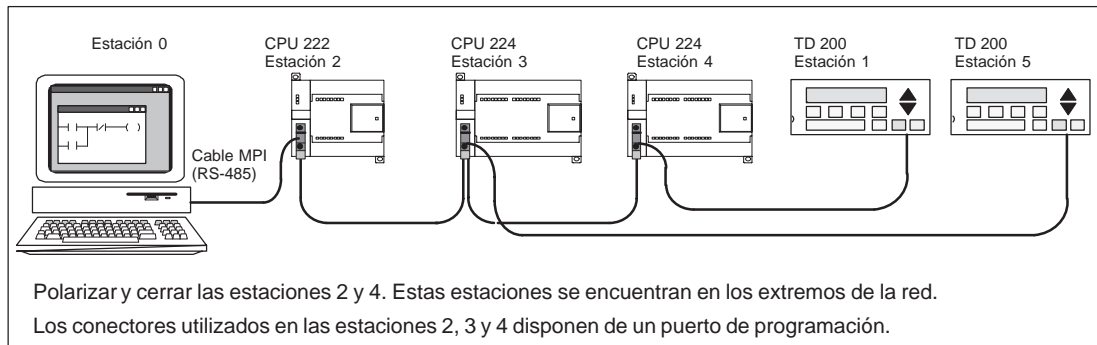

Figura 7-9 Utilizar una tarjeta MPI o un CP para la comunicación con CPUs S7-200
Una tarjeta interface multipunto (tarjeta MPI) o un procesador de comunicaciones (CP) permiten crear numerosas configuraciones. Ambos componentes disponen de un puerto RS-485 sencillo para la conexión a la red mediante un cable MPI. Una estación en la que se ejecute el software de programación STEP 7-Micro/WIN 32 (PC con tarjeta MPI o CP, o bien una unidad de programación SIMATIC) se puede conectar a una red en la que intervengan varios maestros. (Ello es aplicable también al cable PC/PPI si se han habilitado varios maestros). Los maestros pueden ser también paneles de operador y visualizadores de textos (TDs 200). La figura 7-9 muestra una configuración con dos TDs 200 que se han integrado en la red.